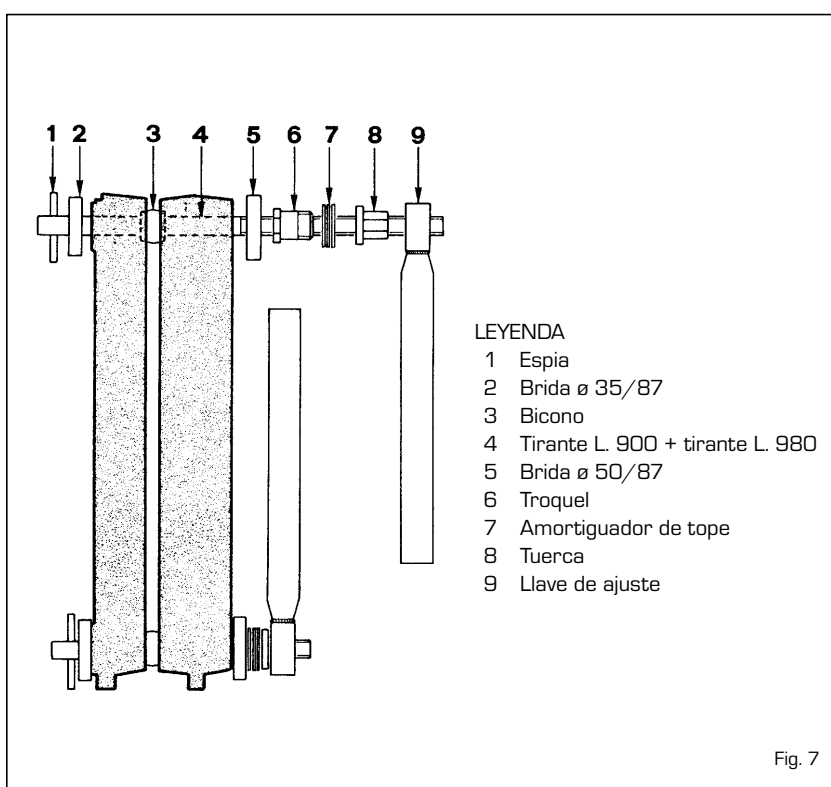

Fig. 7
- ensamblar los elementos con el apóposito kit formado por una pareja de tirantes para el ensamblaje con los relativos accesorios cód. 6050900 (fig. 7) aplicando la presión simultáneamente sobre el bicono superior y sobre el inferior.